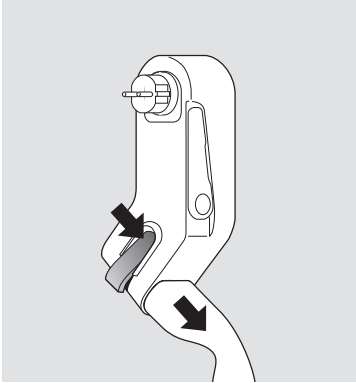

Fig. 3: Sblocco della presa di tipo 2
2. Scollegare il Mobility Dock (A) dalla presa di corrente
3. Sbloccare (D) il supporto a parete (E) e portarlo in posizione di partenza
4. Se necessario, sbloccare la spina di ricarica con la leva arancione (B) e scollegarla (vedere fig. 3)